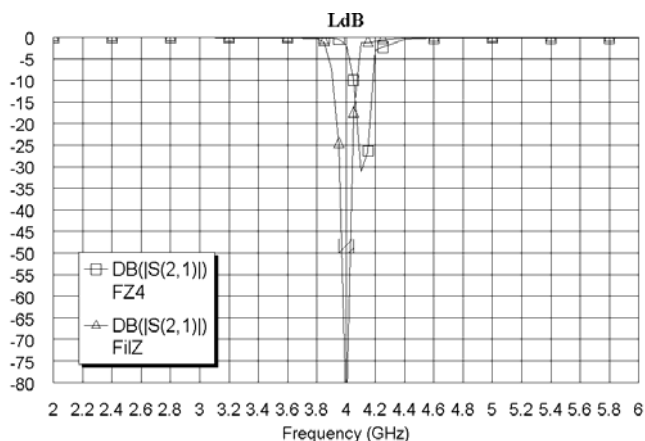

Рис. 1.78
- Сделайте активным окно графика и щёлкните по значку **Analyze** на панели инструментов. Полученный график показан на рис. 1.78. Характеристика электромагнитной структуры лежит выше по частоте, что и требуется. Напомним, что частота заграждения по результатам статистического анализа должна быть около 4.1 ГГц. Од-